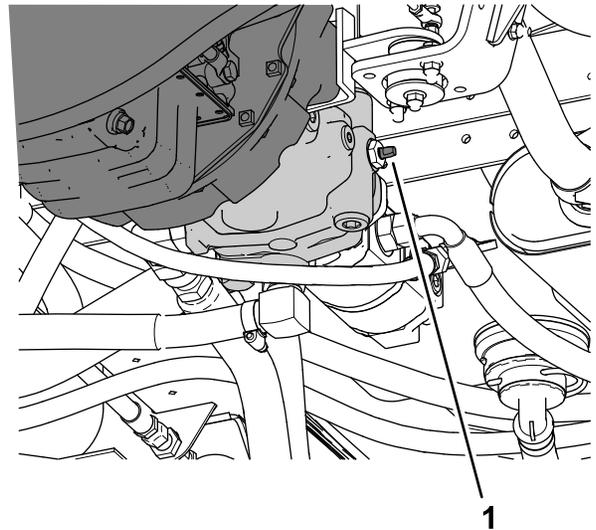

Figura 52
3. Rode a válvula de reboque (Figura 52) 90° em qualquer um dos sentidos para abri-la.